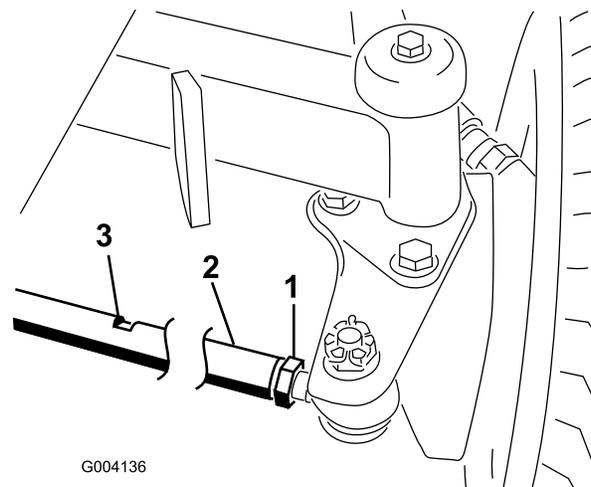

Figura 70
2. Desaperte a porca de bloqueio em cada extremidade da barra de direcção (Figura 70).